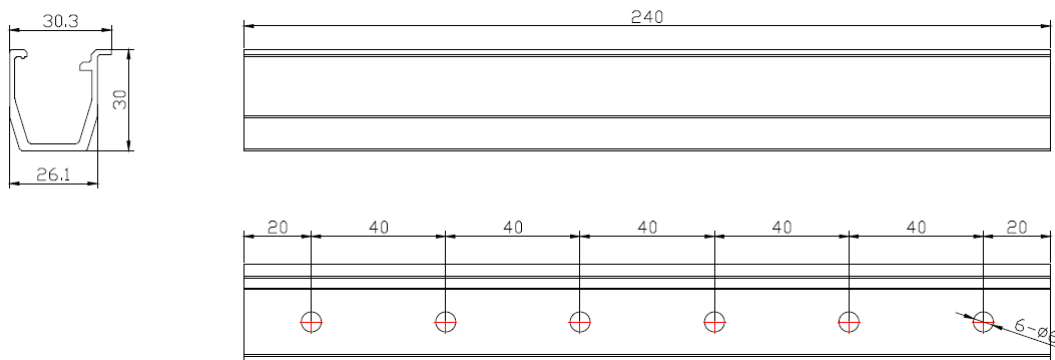

Рисунок 27. Размеры мини-рейла UI-SS04-240-30. Размеры указаны в мм.
2. **Монтаж на мини-рейл UI-SS04-240-30.** Предназначен, в первую очередь, для кровель из профнастила, однако достаточно универсален и пригоден для любого типа металлической кровли. Возможно размещение фотоэлектрических модулей на сварных металлических рамах (Рисунок 27).